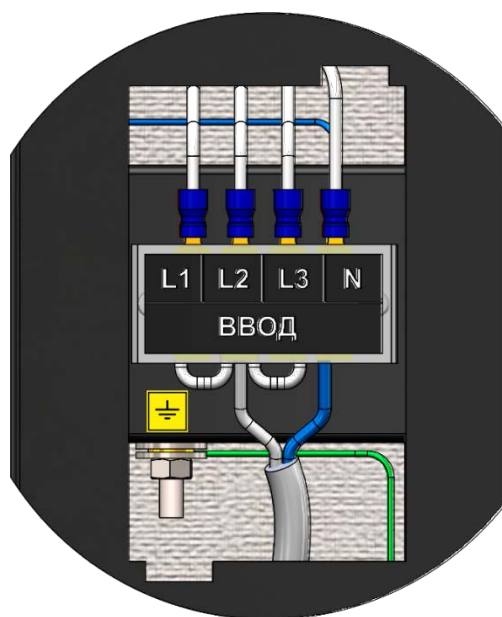

Рис. 7 Схема подключения электроводонагревателя к однофазной сети 220 В
- При питании электроводонагревателя от однофазной сети переменного тока 220 В, 50Гц присоединить рабочий нулевой провод на клемму (N) электроводонагревателя а фазный на клеммы L1,L2,L3 (с помощью перемычек). Обеспечить заземление котла (PE), подключив провод на болт “ЗАЗЕМЛЕНИЕ”. Схема подключения указана на Рис. 7 .